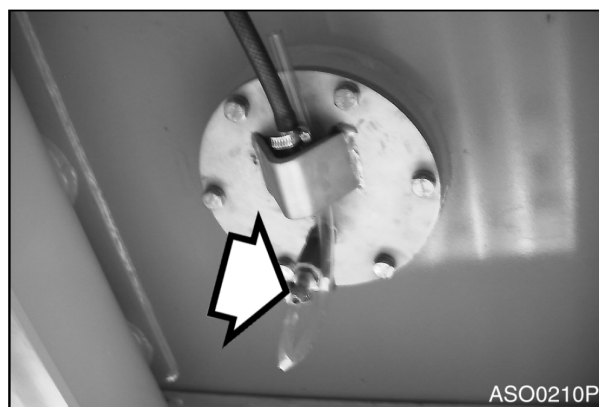

Рис. 15
10. Убедиться, что сливной вентиль (рис. 15) на дне бака закрыт.